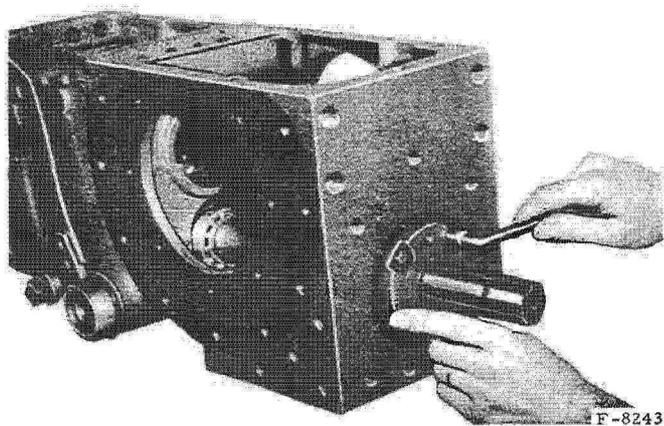

Fig. 49. - Mise en place de l'arbre de prise de force.
- Mettez en place l'arbre de prise de force en l'approchant à l'aide des vis du flasque enduit d'hermétique (fig. 49). N'oubliez pas d'enduire de suif les roulements avant leur mise en place.